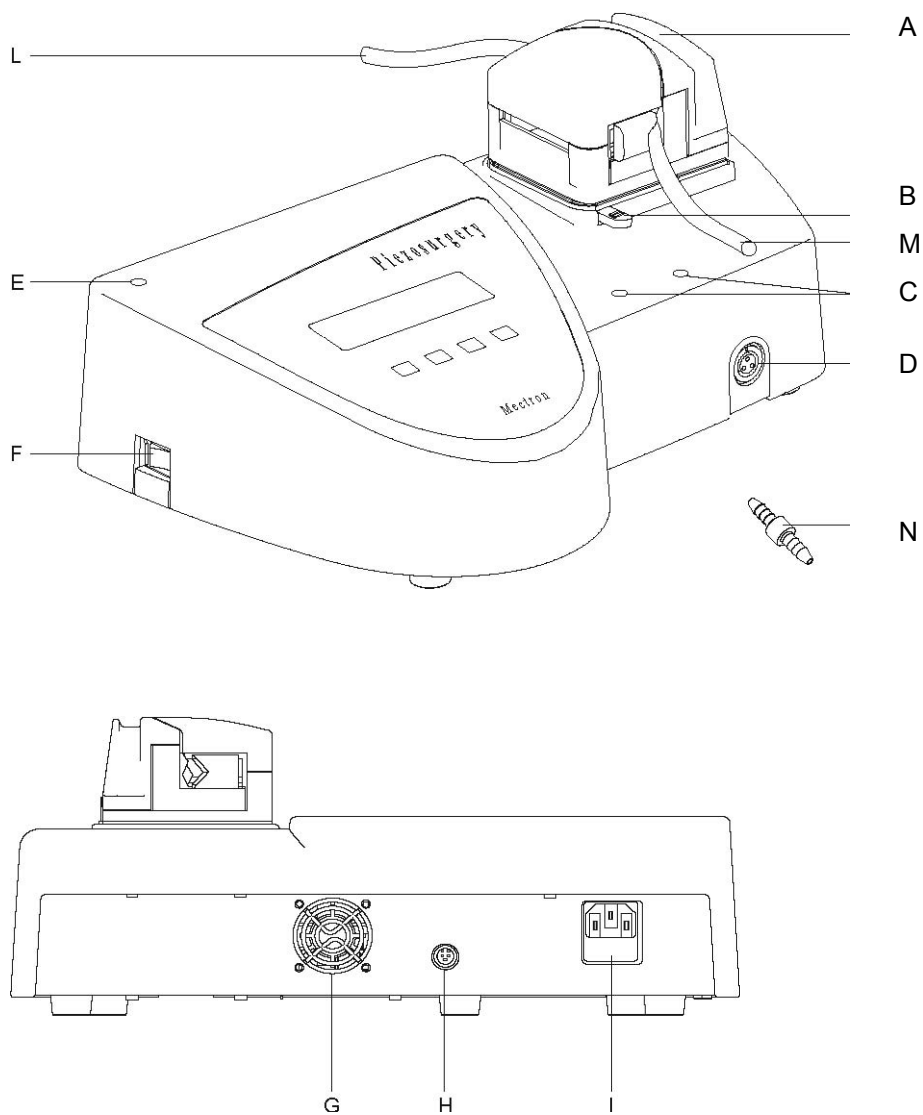

Fig. 5
**⚠ GEVAAR:** Plaats het apparaat niet op of vlakbij warmtebronnen. Plaats het zodanig dat er voldoende luchtcirculatie rond het apparaat is. Laat voldoende ruimte vrij rond het apparaat, vooral voor de ventilator aan de achterzijde (Fig. 5 – G).
- 2) Plaats de stang voor het ophangen van de zak in het daarvoor bestemde gat (Fig. 5 – E).
- 3) Plaats de houder voor het handstuk in de daarvoor bestemde gaten (Fig. 5 – C).
- 4) Sluit de voetschakelaar aan op de behuizing van het apparaat door de plug in de fitting van de voetschakelaar te steken (Fig. 5 – H).
- 5) Steek de voedingskabel in de stekker op de behuizing van het apparaat (Fig. 5 – I) en in het stopcontact.
- 6) Sluit de kabel van de Piezosurgery aan op de aansluiting op het apparaat (Fig. 5 – D).
- 7) Steek de slang van de Piezosurgery kabel in het koppelstuk van de pomp (Fig. 5 – N). Steek het koppelstuk in de slang van de peristaltische pomp (Fig. 5 – M).
- 8) Sluit het uiteinde van de slang van de peristaltische pomp (Fig. 5 – L) aan op het infuusbestek.
| F (Fig. 5) | - de AAN/UIT schakelaar.                               |
- 1) Aanzetten van het apparaat door de HOOFDSCHAKELAAR (Fig. 5 – F) op de behuizing van het apparaat om te zetten, zonder op de voetschakelaar te drukken.
- 1) Het apparaat uitzetten door de HOOFDSCHAKELAAR (Fig. 5 – F) op de behuizing van het apparaat om te zetten.